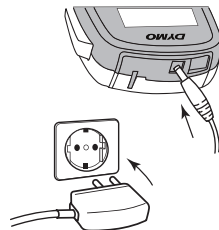

Figure 2
- 1 Raccordez l'adaptateur de charge au connecteur d'alimentation situé au haut de l'étiqueteuse. Voir la Figure 2.